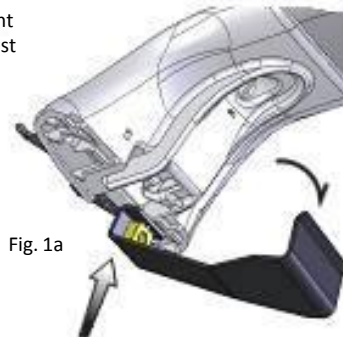

Fig. 1a
3. Feed the Strap neck through the cavity in the End Support. (Fig. 1a) When the Neck is through rotate the Strap down and then push up to align the bolt hole and the cage nut.
3. Insérer le collet de la sangle dans la cavité du support d'extrémité. (Fig. 1a) Une fois le collet passé, tourner la sangle vers le bas puis pousser vers le haut pour aligner le trou du boulon sur l'écrou à cage.